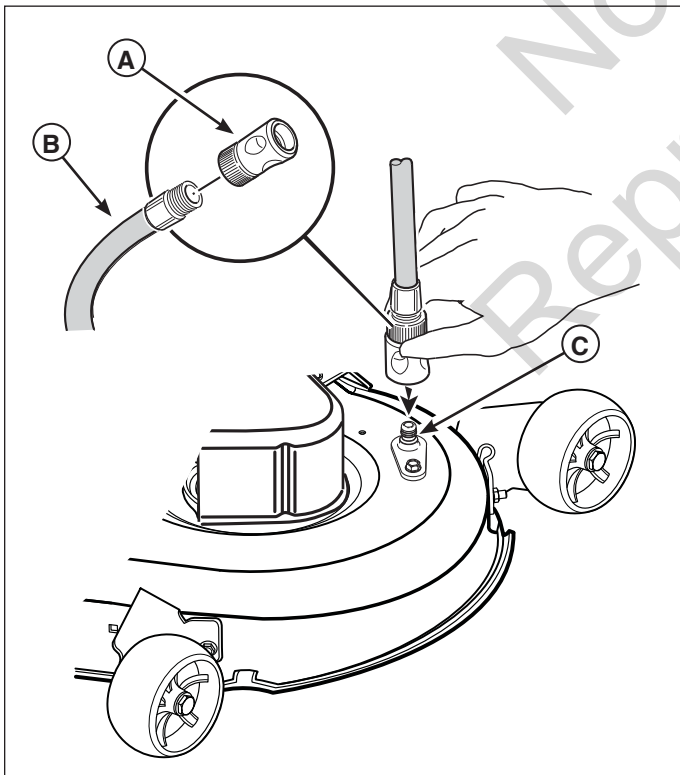

Figura 12. Orificio de lavado de la cubierta del cortacésped
2. Sujete el desconector rápido (A, Figura 12) a una manguera de jardín (B), y conéctelo al orificio de lavado (C) en la cubierta del cortacésped.